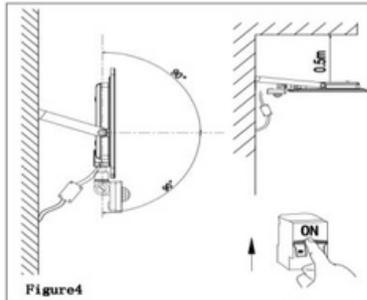

Figure4
4. Vissez le support de fixation au mur avec la vis appropriée (voir fig.4)